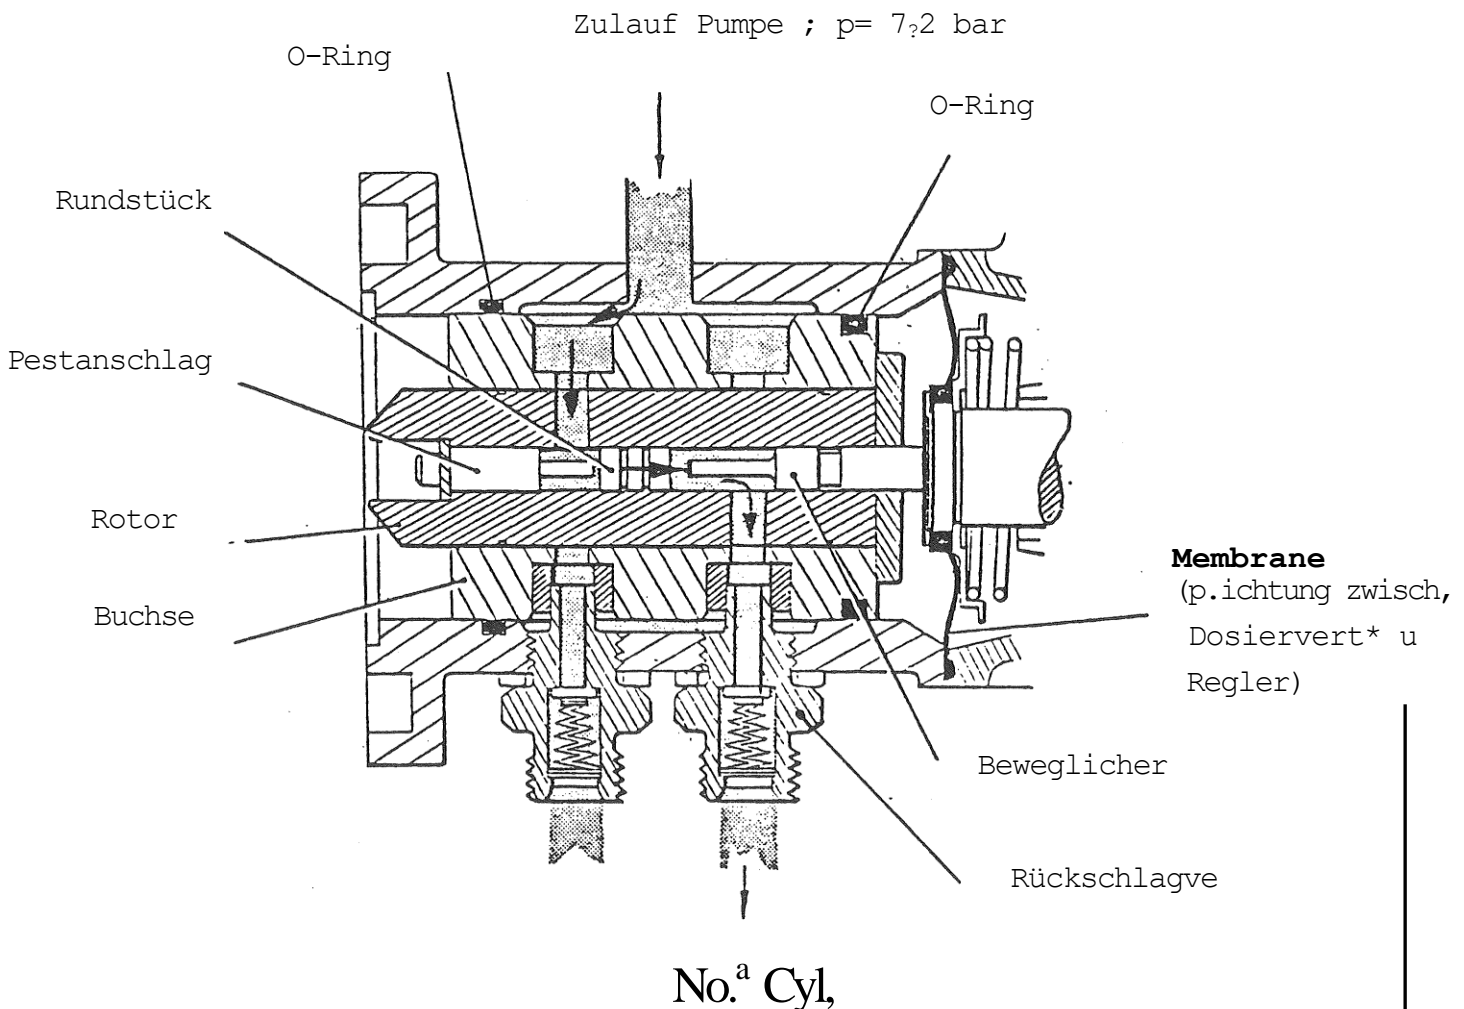

Bild 2
Um den Druck einstellen zu können, brauchen wir Zunächst mal ein Manometer. Es muß bis etwa 10 atü messen können. Der Anschluß des Manometers muß vorn auf den Druckschlauch der Einspritzung passen. Da wird man etwas improvisieren müssen, aber es gibt passende Anschlußgewinde im Fachhandel. Man nimmt den Druckschlauch am besten mit. Dann findet man sicher das richtige Anschlußstück. Der Spaß kostet komplett etwa 25 DM. Der Druckschlauch wird vorn an der Einspritzung abgeschraubt und das Manometer angebracht. Der Druck wird eingestellt, indem die Federvorspannung im Ventil verändert wird. Das geschieht mit einer Kreuzschlitzschraube (Bild 2, Teil 7-13), die zugänglich wird, wenn der Rücklaufschlauch abgeschraubt ist. Hereindreihen der Schraube bedeutet höheren Druck vorn an der Einspritzung. Herausdrehen verringert den Druck.
Tip für einen schnellen Aus- und Einbau: die Zumeßeinheit mit dem Sockel des Zündverteilers ausbauen. Zu beachten ist allerdings, daß die Zündgrundeinstellung nicht verstellt werden darf. Bild 2 zeigt den Aufbau im Schnitt.
stück vom Benzindruck wechselweise hin und her bewegt. Die Treibstoffmenge, die sich jeweils vor dem Rundstück befindet, wird über eines der 6 Rückschlagventile zur Einspritzleitung gedrückt. (Anmerkung: Wir empfehlen, den Druck nicht über 7,2 bar einzustellen. Die Pumpe dankt es durch geringere Stromaufnahme und Erwärmung!) Bild 2 zeigt den Einspritzvorgang für Zylinder a. Auf Bild 3 bewegt sich das Rundstück entgegengesetzt und versorgt den Zylinder b. Der Rotor hat sich inzwischen um 120° gedreht.
lung des beweglichen Anschlags nur abhängig von der Einstellung der Schrägen (7) und von der Vorspannung der Federn (5). Diese beiden Sachen müssen also zur Neueinstellung des Reglers justiert werden. Bevor wir was einstellen, plaudern wir aber erst ein bißchen über das Diagramm im Bild 2. Dort ist der Regelweg (am beweglichen Anschlag) in Abhängigkeit vom Unterdruck dargestellt. Zu jedem Unterdruck gehört ein bestimmter Regelweg. Es gibt einen Unterschied zwischen TR 5 und TR 6, den wir aber sofort wieder verharmlosen. Warum die Kennlinie geändert wurde, wissen wir nicht. Vielleicht waren irgendwelche Abgasesetze der Grund. Im Fahrbetrieb ist jedenfalls kein Unterschied zu merken. Man sieht in dem Diagramm, daß der gesamte Regelweg nur etwa 1,4 mm beträgt. Wichtig im Diagramm ist der Leer-